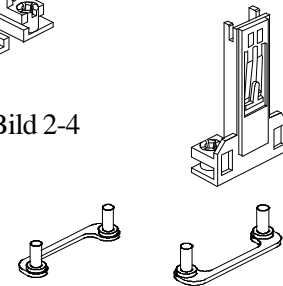

Bild 2-5
- Befestigungs-Bügel für Ständer - Auf diesen Bügeln befinden sich jeweils zwei Schraubgewinde, die von unten durch die Befestigungslöcher des Mainboards gesteckt werden. Hiermit können die Universal CPU Ständer fest verschraubt werden. (siehe Bild 2-5)